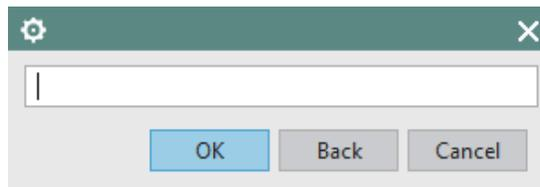

Figura 2.4 Ventana emergente.
- Aparecerá un pequeño recuadro vacío, en el cual solo se dará click en *Ok* (Figura 2.4).